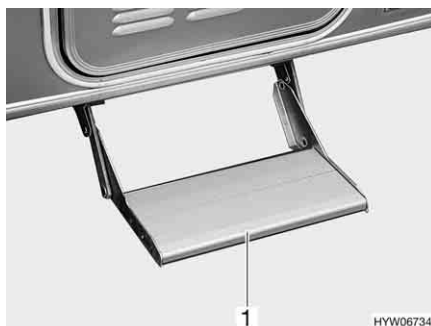

Fig. 9 Scalino di ingresso (integrato)
- Afferrare dal basso lo scalino di ingresso (Fig. 9,1) ed estrarlo finché non si innesta.
- Afferrare dal basso lo scalino di ingresso (Fig. 9,1) e sollevarlo leggermente.